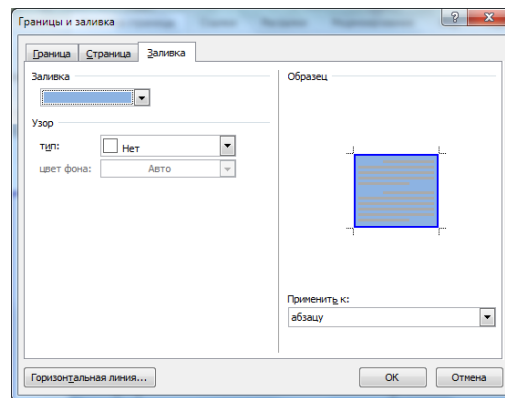

Рис. 4. Оформление цветовой заливки приглашения
- ✓ на вкладке *Заливка* выберите цвет заливки (рис. 4);